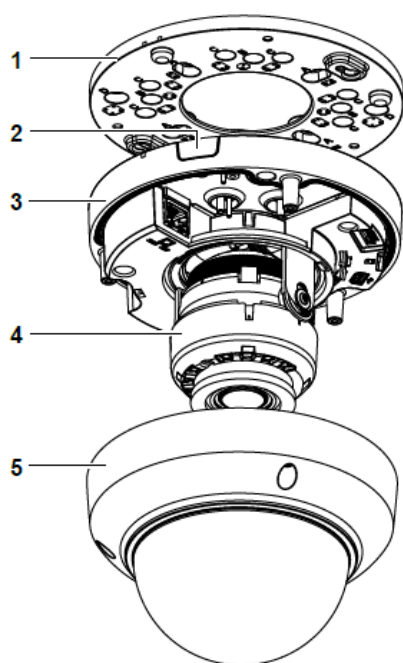
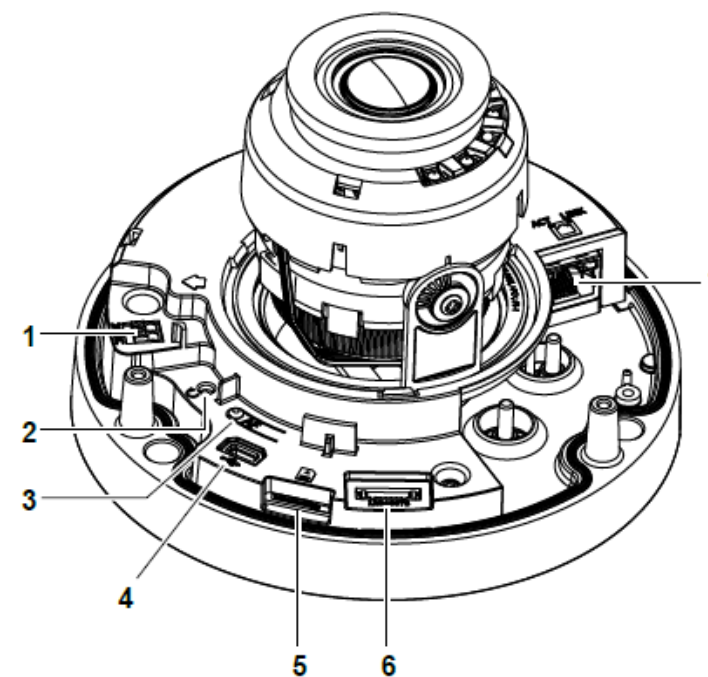

图 1
图 2
### 摄像头部件: 图 1
4. 拧松摄像头圆顶 (5) (图 1) 上的三颗螺钉以卸下圆顶 (从摄像头基座 (3) (图 1) ) 。
### 摄像头按钮和连接: 图 2
7. 在将安装板 (1) (图 2) 锁定至摄像头基座之前, 必须将电缆穿过摄像头基座 (2) (图 1) 上的电缆侧进槽或穿过摄像头安装板上的电缆孔。